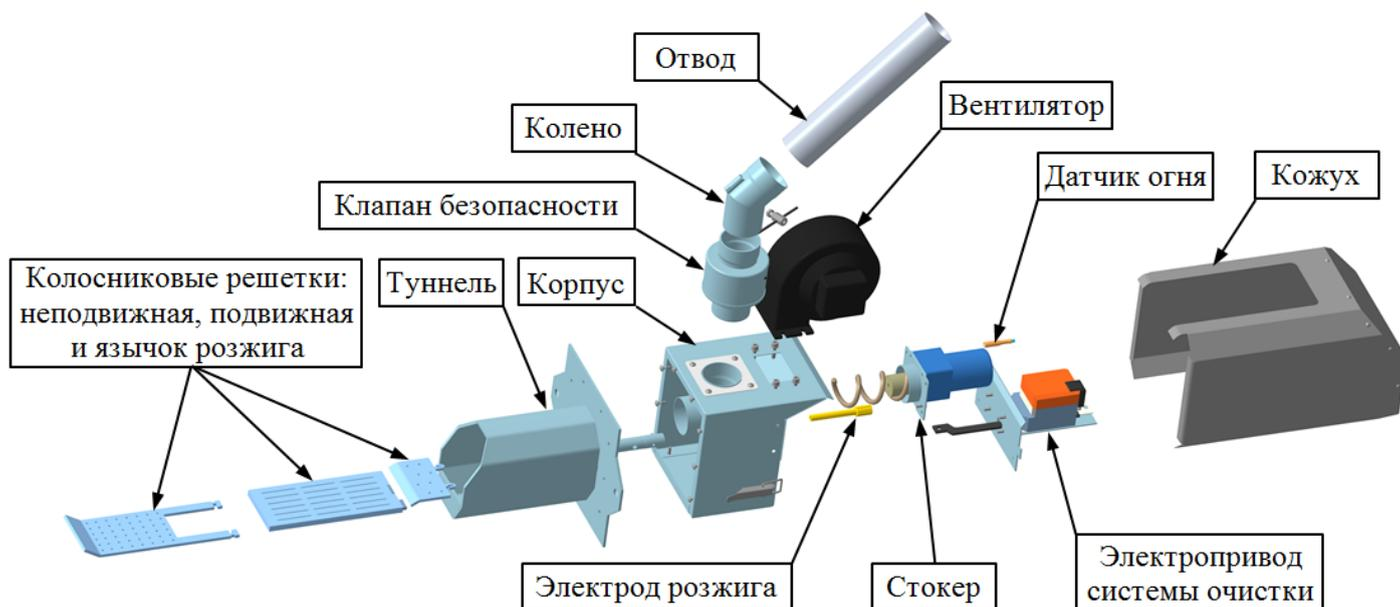

Рис.2 Устройство горелки
3.1. Устройство горелки представлено на рис.2.